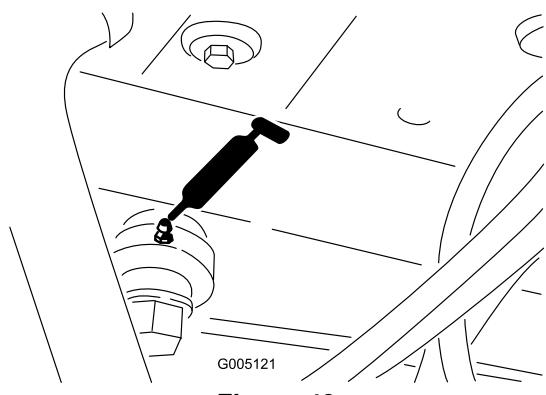

Figura 43
- Extremo del cilindro de la dirección (Figura 43)